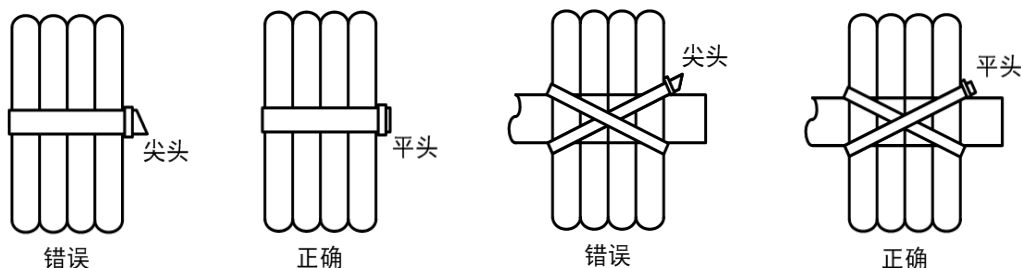

图6-2 齐根平滑剪齐
2. 选择合适扎带，齐根平滑剪齐。根据理线和绑扎需要，应选用合适的扎带规格，不应用多根扎带接续。如图6-2所示，扎带绑扎好后，应将多余部分齐根平滑剪齐，不得带有尖刺。